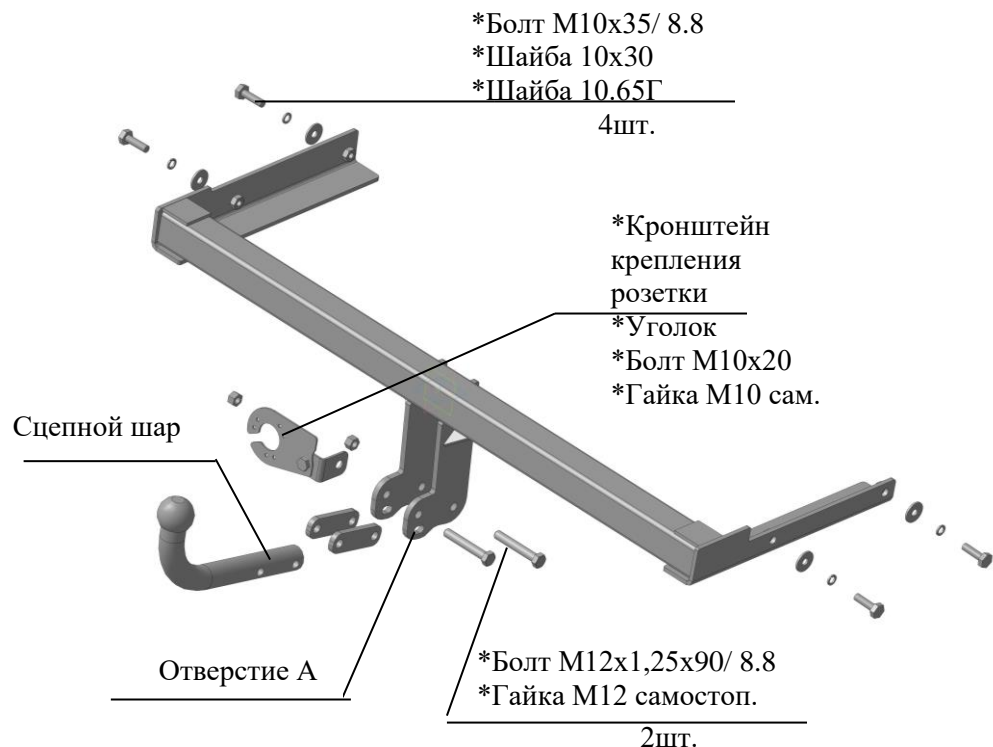

Рис.1 Тягово-сцепное устройство ТСУ 9131.
2.1 ТСУ 9131 в сборе (рис.1)	1 шт.
2.2 Пакет с комплектующими (см. рис.1)	1 шт.
4.6 Установить сцепной шар и кронштейн крепления розетки (предварительно собрав кронштейн, как показано на рис.1), используя болты M12x1,25x90 и гайки самостопорящиеся.